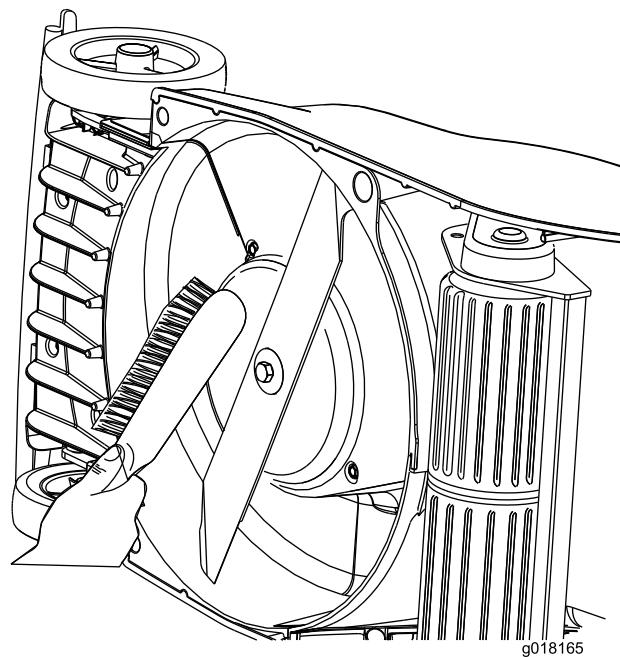

Figura 28
- Limpie los restos de hierba de la parte superior e inferior de la carcasa inmediatamente después de usar la máquina (Figura 28).